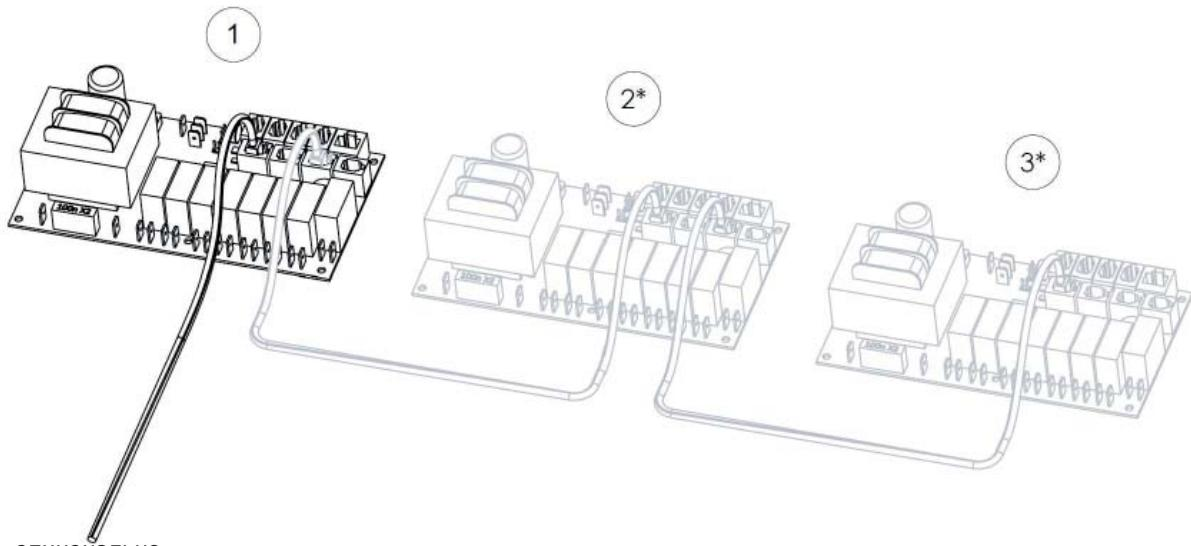

Рис. 16 * = *официально*
В соединениях между генераторами применяется кабель малой мощности (4-жильный) с соединителем RJ10, (Рис. 16.) Информация о конфигурации штыревых контактов приведена в разделе «Описание модульного соединителя» (Рис. 17).
В случае если необходимо провести обслуживание одного парогенератора, другие могут продолжать использоваться. Один генератор, назначенный в качестве дополнительного, отключается посредством извлечения кабеля между платами. (Рис. 16)
2. Отключите кабель, соединяющий платы управления (Рис. 16)